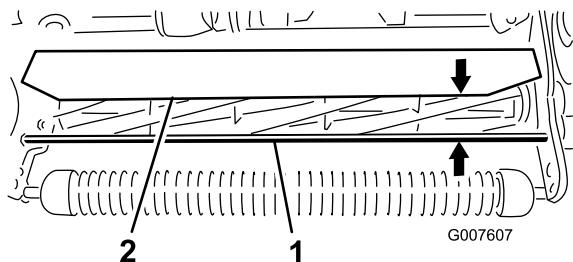

Figura 45
- Meça a distância da parte superior da barra de apoio da frente à borda frontal do resguardo em cada extremidade da unidade de corte (Figura 45).